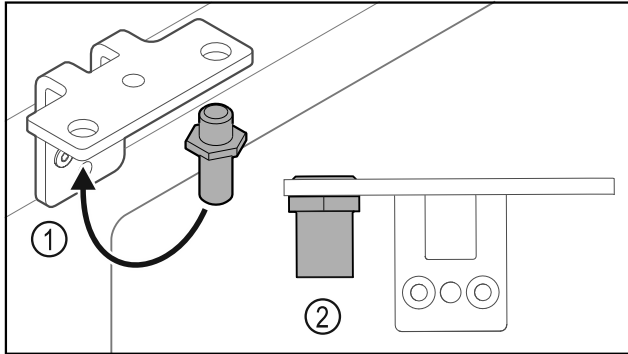

Fig. 24
- Bouten Fig. 24 (1) naar de scharnierhoek verplaatsen.
- Bouten Fig. 24 (2) met **aanhaalmoment van 12 Nm** vastdraaien.